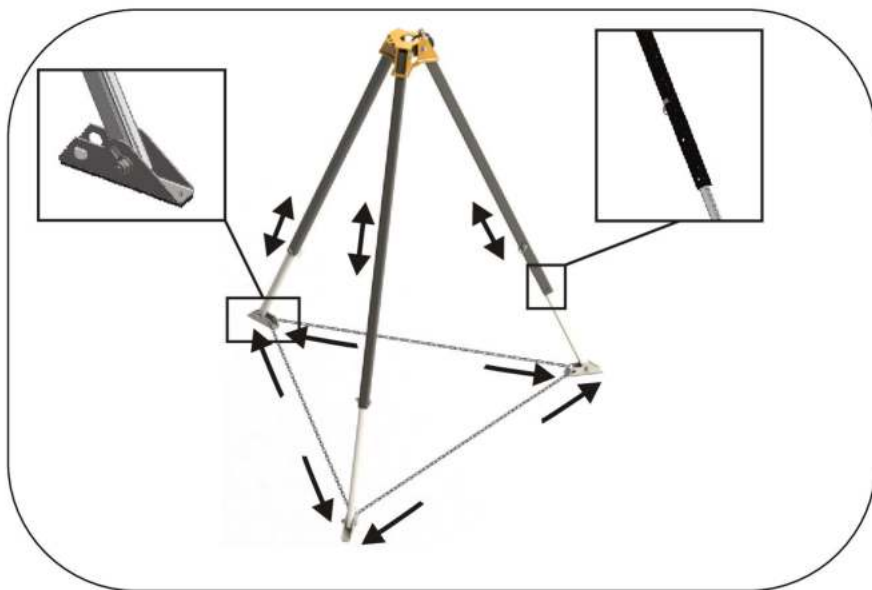

рис. 4
7. зафиксируйте опоры треноги цепью/лентой/ремнем во избежание случайного скольжения. Она должна быть хорошо натянута – исключите лишний провис (рис. 4).